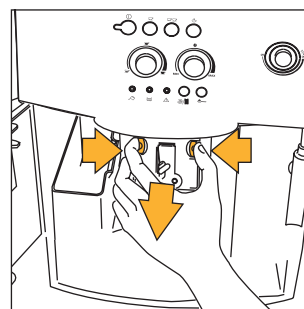

Fig. 29
- premere lateralmente e verso il centro i due tasti di sgancio di colore rosso dell'infusore (fig. 29) ed estrarlo tirandolo verso l'esterno;